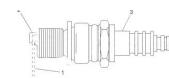

Рис. 34
4. Проверьте зазор электрода с помощью щупа и при необходимости установите зазор 0,030 (0,76 мм) (Рис. 34).